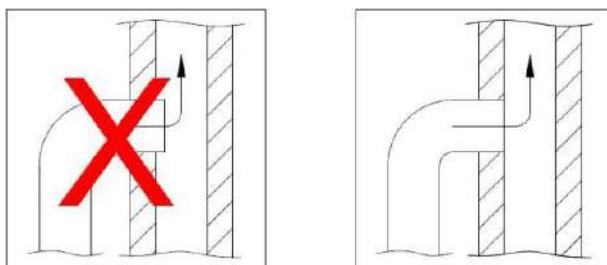

Abbildung 4
5. Wenn Sie den Ofen an den Kamin anschließen, stecken Sie das Abluftrohr in den Kamin und befestigen Sie es an der Öffnung im Kamin. Das Rauchrohr darf nicht durch die Öffnung des Schornsteins selbst gehen und muss bündig mit dem Inneren des Schornsteins verbunden sein. Wie in Abbildung 4 dargestellt, muss die Verbindung zwischen dem Mauerwerk und dem Rauchrohr mit feuerfesten Stoffen oder Lamellen abgedichtet werden.